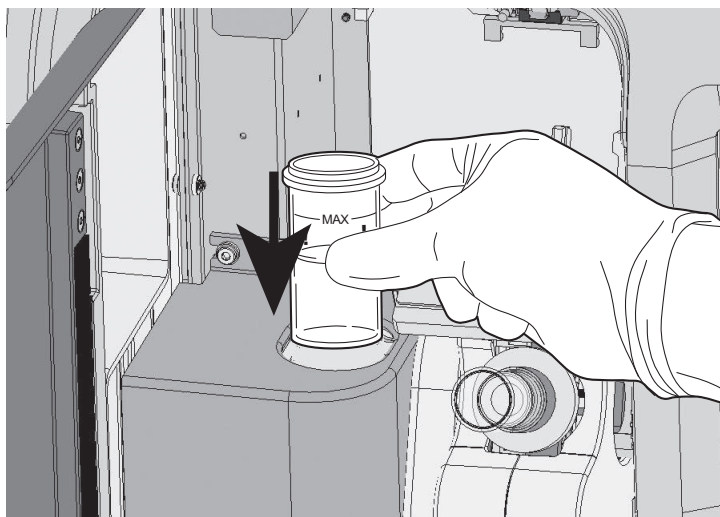

Figura 7-9 Carregamento do banho fixador
2. Antes de executar um processo que transfere células de amostra para uma lâmina de microscópio ThinPrep, coloque o banho fixador no suporte de banho fixador. O fundo do banho fica apoiado na base do suporte. Consulte o Figura 7-9.